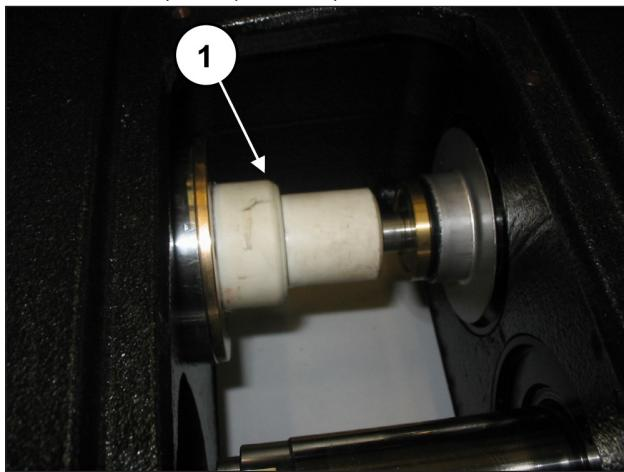

Abb. 141
Setzen Sie den Dorn Art. 27516600 zwischen Kolbenführung und Kolben ein (Pos. ①, Abb. 141).